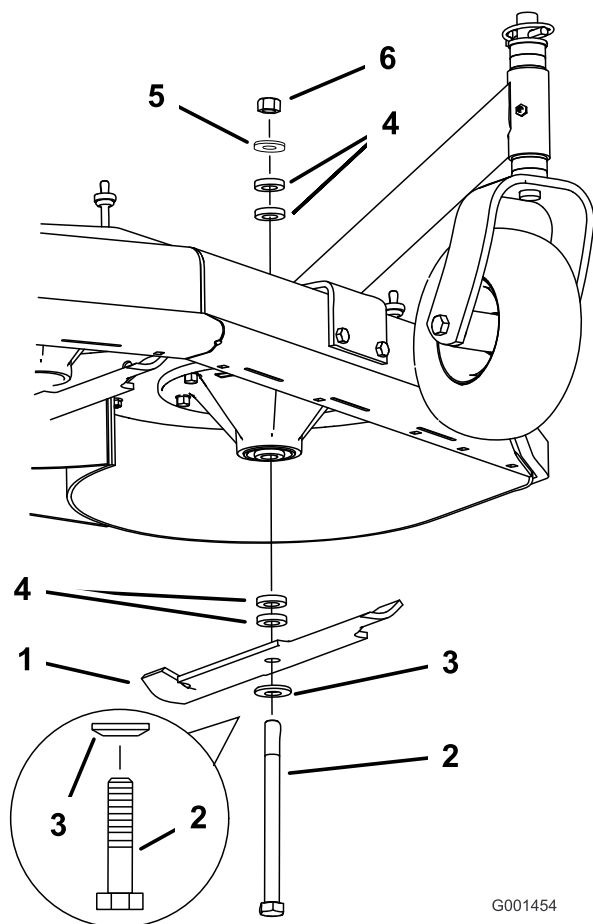

Bild 15
4. Halten Sie die Messerschraube fest und nehmen die Mutter ab. Schieben Sie die Schraube durch die Spindel und ändern Sie die ggf. die Distanzstücke (Bild 15).
5. Setzen Sie die Schraube, die gewellte Scheibe, das Messer und zusätzliche Distanzstücke ein und befestigen sie mit der dünnen Scheibe und einer Mutter (Bild 15).